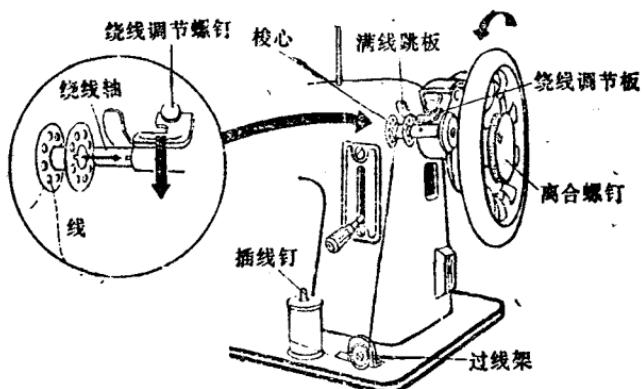

图 1-6 核心绕线
4. 把梭心套在绕线器的绕线轴上，使梭心中心孔边缘上的小缺口卡在绕线轴的小销钉上。见图 1-6。